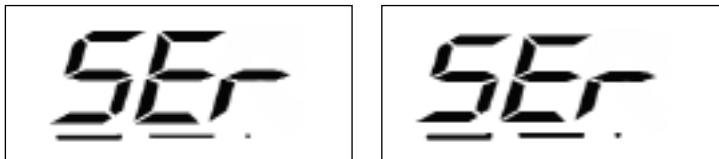

Abbildung F9.1 Servicemode verfügbar
- 2) Drücken Sie die Taste [F+P3]  , um den Servicemodus aufzurufen. Der Bildschirm zeigt die SerSer-Informationen an, siehe Abbildung F9.1.
- 3) Alle Menüs und Testverfahren müssen beendet werden, bevor der Servicemodus verlassen wird, bis zur Schnittstelle wie in Abbildung F9.1 gezeigt zurückgekehrt wird.